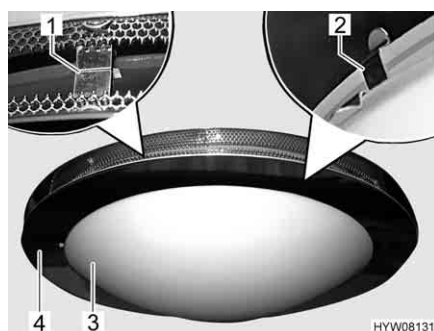

Fig. 191 Lampada a soffitto (rotonda)
- Tirare verso il basso l'anello metallico inferiore (Fig. 191,4) della lampada a soffitto opponendo resistenza alle graffe di supporto (Fig. 191,1). L'anello metallico inferiore si stacca da quello superiore.
- Estrarre la copertura della lampada (Fig. 191,3) opponendo resistenza alle graffe di supporto (Fig. 191,2).